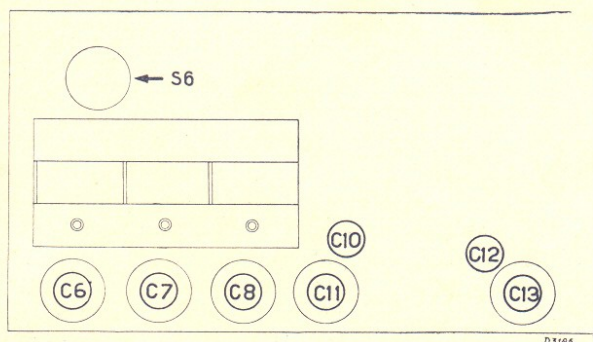

Fig. 4
5. Régler C12 et C13 sur la puissance de sortie maximum (voir fig. 4).
C8, C7, C6, C8, C7 (voir figure 4).